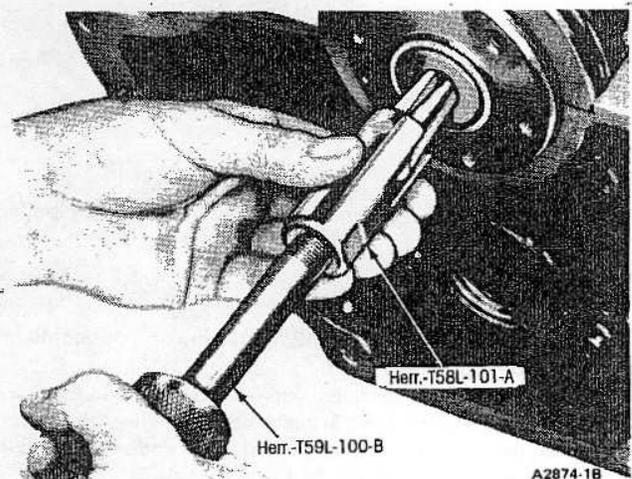

Fig. 34. Remoción del Cojinete de Guía del Embrague
2. Desmonte el buje de guía como se ilustra en la Fig. 34, empleando las Herramientas T59L-100B y T58L-101A o equivalente.